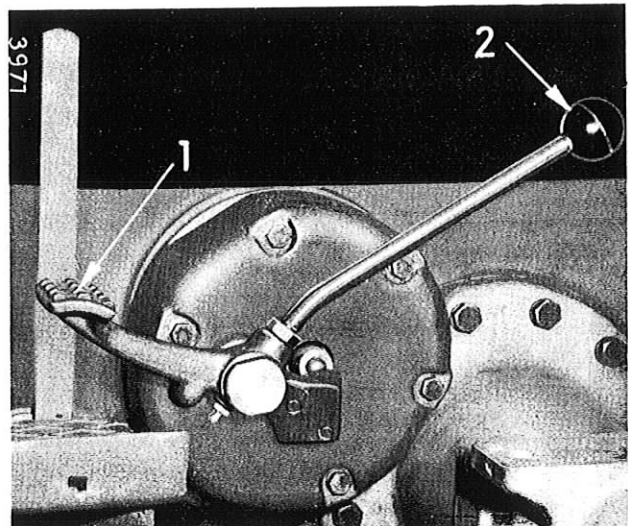

Bild 21
Wenn auf schmierigem Boden oder vereister Fahrbahn eines der Hinterräder keine Bodenhaftung findet, so bewirkt das Differential eine Drehung des Rades mit doppelter Geschwindigkeit, während das andere, haftende Rad stillsteht, wodurch die Fortbewegung aufhört. In solchen Fällen die Ausgleichwirkung durch Sperren des Differentials unterbinden. Dazu dient der Fuß- oder Handhebel (1) und (2), Bild 21, durch deren Betätigung eine starre Verbindung zwischen dem arbeitenden Tellerrad und den Hinterachsen hergestellt wird.